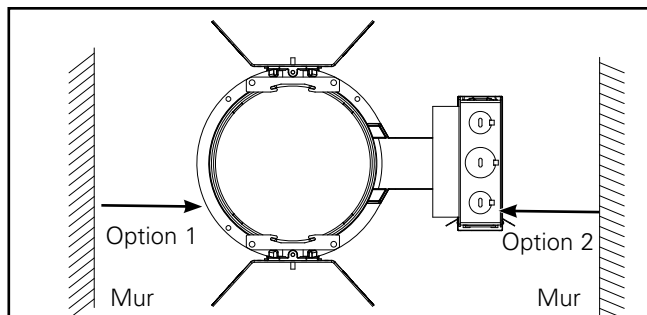

Figure 10
1. Pour l'option de lavage mural, installez le cadre avec la boîte de jonction vers le mur. (Figure 10)